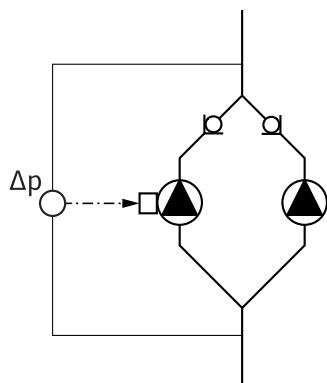

Fig. 13: Eksempel, tilslutning differenstryktransmitter
- I eksemplet på Fig. 13 er masterpumpen venstre pumpe i flowretning. Tilslut differenstryktransmitteren ved denne pumpe.
Differenstryktransmitterens målepunkter på masterpumpen skal være i det tilhørende samlerør på dobbeltpumpeanlæggets sug- og trykside (Fig. 13).